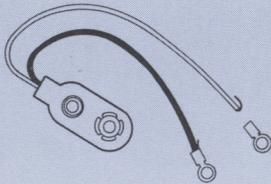

Abb. 1
1. Auf die beiden Drähte des Batterieanschlusßclips werden Kabelschuhe geschoben und mit einer Zange fest zusammengepreßt (Abb. 1).